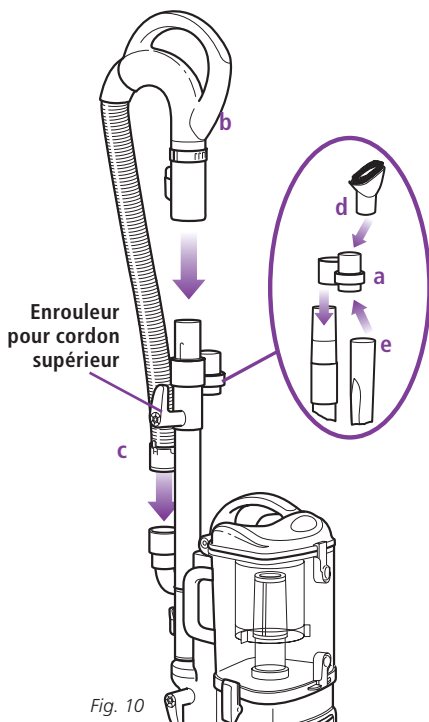

Fig. 10
- 4 Faites glisser le support pour accessoires (a), situé à l'opposé de l'enrouleur pour cordon supérieur, par-dessus le tube rallonge. Alignez l'onglet avec la rainure et enfoncez-le. (Fig. 10)
- 5 Enfoncez la poignée (b) sur la partie supérieure du tube rallonge jusqu'à ce qu'il s'enclenche (vous entendrez un « clic »). (Fig. 10)
- 6 Insérez l'extrémité du tuyau extensible (c) dans le raccord à l'arrière du corps de l'aspirateur *Lift-Away^{MC}* (Fig. 10)
- 7 Rangez la brosse à épousseter (d) et le suceur plat (e) dans les logements du support pour accessoires. (Fig. 10)